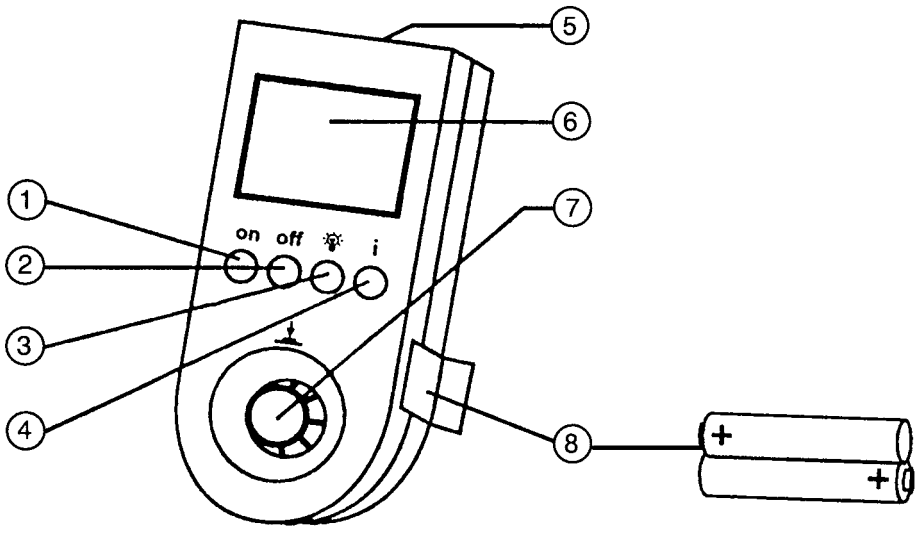
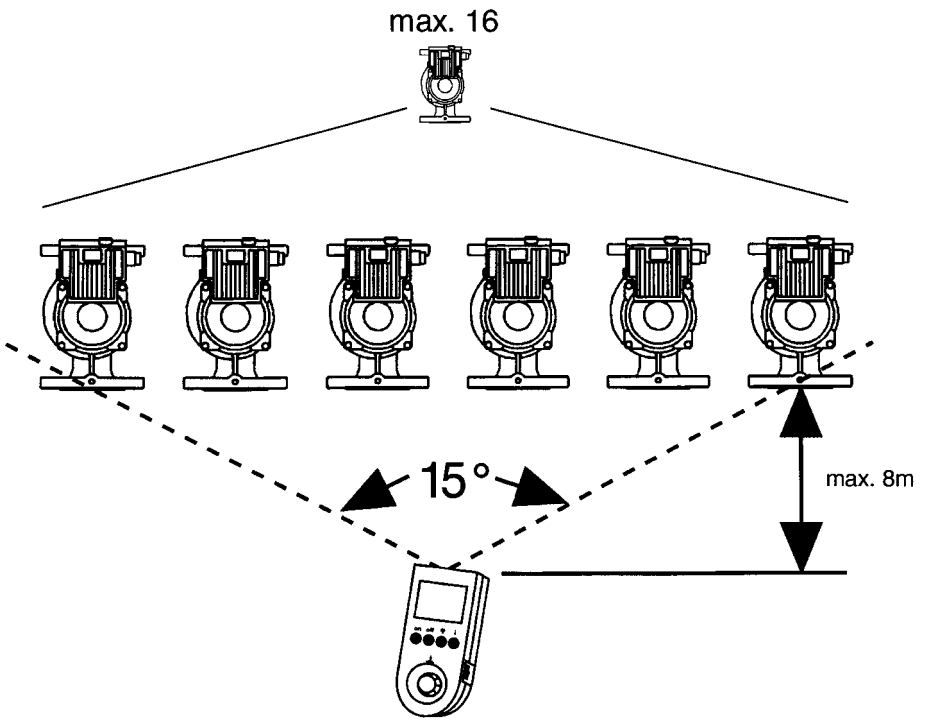

Fig. 1
Fig. 3
4.1 Opis MONITORA- IR (Rys. 1)
- **Display (ekran):** (Rys. 1, poz. ⑥) rozdzielczość: 128 x 128 punktów, zdolność graficznego przedstawiania funkcji, przedstawianie dowolnie wybranych symboli, podświetlenie tła (Rys. 1, poz. ③).
- **Zasilanie:** 2 baterie Mignon (Rys. 1, poz. ⑧), każda 1,5 V. W przypadku ich wyczerpania włącza się dźwiękowy sygnał alarmowy. Dodatkowo na ekranie pojawia się napis „bateria osłabiona“. Aby nie dopuścić do całkowitego wyczerpania baterii, MONITOR-IR wyłącza się automatycznie, jeżeli po ostatnim nastawieniu nie nastąpi w określonym czasie następne nastawienie (Time-out).
Na ścianie czołowej MONITORA-IR znajduje się **OKNO-IR** (Rys. 1, poz. ⑤), z podczerwoną jednostką nadawczo- odbiorczą. Kąt rozwarcia stożka nadawczo- odbiorczego MONITORA-IR oraz modułów elektronicznych został przedstawiony na rys. 3 i musi być zachowany w czasie namierzania wybranej pompy jak również w czasie całego trwania komunikacji (nastawiania).
przycisk „ON“ (Rys. 1, poz. ①) - poprzez naciśnięcie MONITOR-IR zostaje załączony, na ekranie pojawia się napis z nazwą producenta oraz użytokownika (program startowy).
przycisk „Off“ (Rys. 1, poz. ②) - poprzez naciśnięcie MONITOR-IR zostaje wyłączony.
przycisk  (Rys. 1, poz. ③) - poprzez naciśnięcie włącza / wyłącza się podświetlenie ekranu.
przycisk „I“ (Rys. 1, poz. ④) - po naciśnięciu pojawia się na ekranie informacja o obsłudze MONITORA-IR.
Pokrętko z przyciskiem (Rys. 1, Pos. ⑦) - jest podwójnego działania i służy do obsługi całego programu MONITORA-IR :